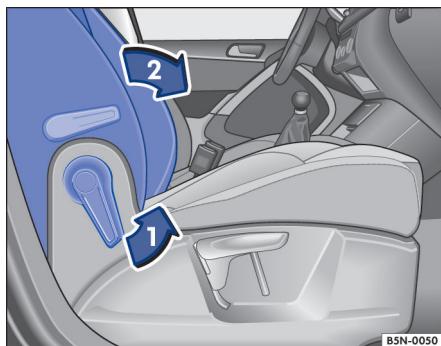

Fig. 83 Banco do passageiro dianteiro: rebater o encosto para frente.
- Destruar o encosto do banco do passageiro dianteiro no sentido da seta → Fig. 83 ①.
- Rebater o encosto do banco do passageiro dianteiro para frente no sentido da seta ② na posição horizontal.